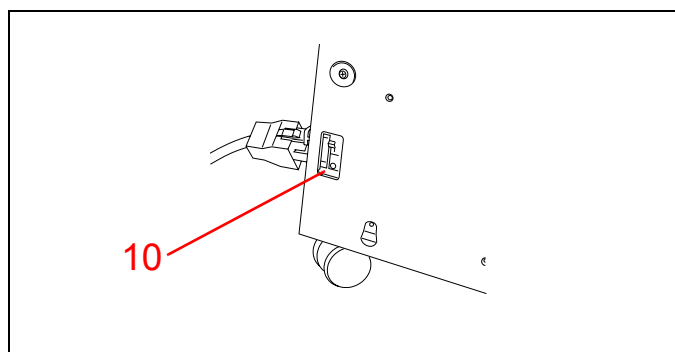

Figura 3
**Aponte para** a localização do protetor contra falha de aterramento. Consulte a Figura 3.